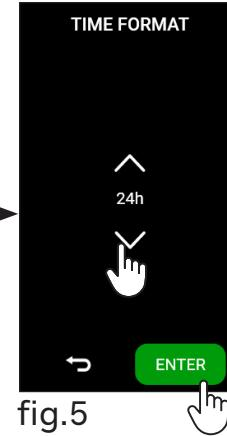

fig.5
Colocar o aparelho numa prateleira móvel com um sistema de extração de calhas deslizantes para permitir o enchimento do depósito de água desionizada, posicionado na parte superior (fig.5).
- Definir o formato da hora e premir ENTER (fig.5);